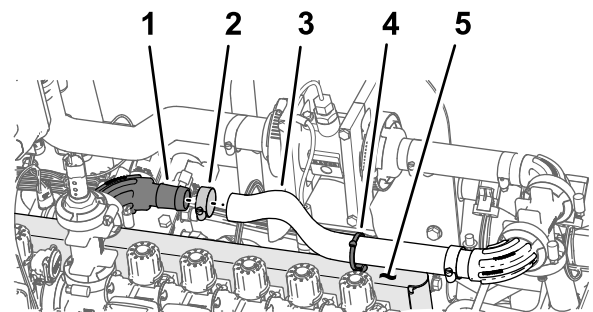

Figura 110
1. Conecte la manguera (2,54 cm x 40,64 cm) al acoplamiento con brida de 90° (2,54 cm), según se muestra en Figura 110.
2. Sujete la manguera al acoplamiento con brida con una abrazadera (Figura 110).
3. Inserte la brida/grapa en el orificio de la parte superior del soporte de las válvulas, según se muestra en Figura 110.
4. Sujete la brida/grapa (Figura 110) alrededor de la manguera (1" x 16").